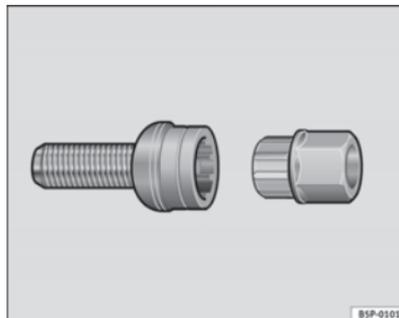

Abb. 151 Diebstahlhemmende Radschraube
- Setzen Sie den Adapter bis zum Anschlag in die diebstahlhemmende Radschraube ein ⇒ Abb. 151.